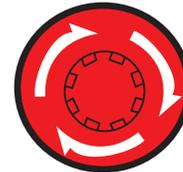

Figure 38. Bouton d'arrêt d'urgence
1. Si le générateur en est équipé (option), appuyer sur le **bouton-poussoir d'arrêt d'urgence** (Figure 38).